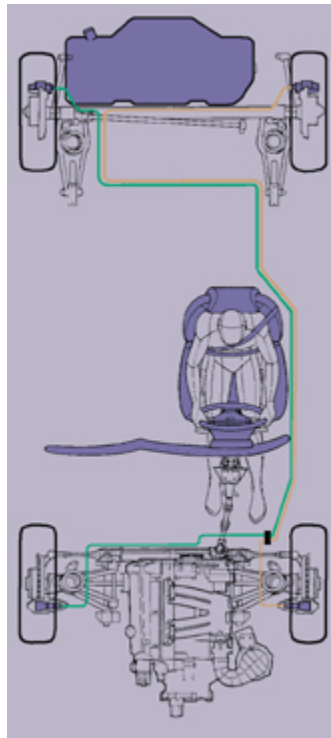

Fig. 18
- La separación de los circuitos es efectuado en diagonal (**fig. 18**): rueda delantera izquierda con trasera derecha y delantera derecha con rueda trasera izquierda. Este sistema se utiliza mucho actualmente.